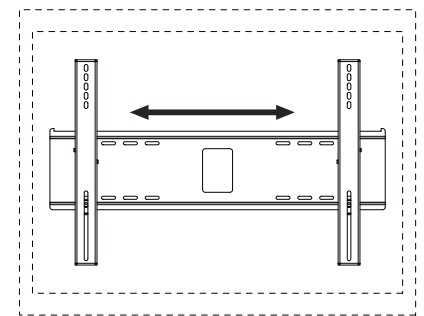

Abbildung 7.2
**Bildschirmeinstellung:** Der Bildschirm kann horizontal verstellt werden, indem die Sicherheitsschraube mit einem Inbusschlüssel (L) um drei volle Umdrehungen gelöst wird. Stellen Sie den Bildschirm wie in Abbildung 7.2 dargestellt ein. Ziehen Sie die Sicherheitsschraube an.